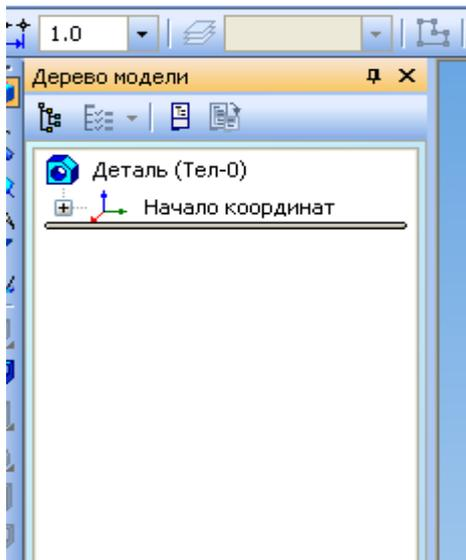
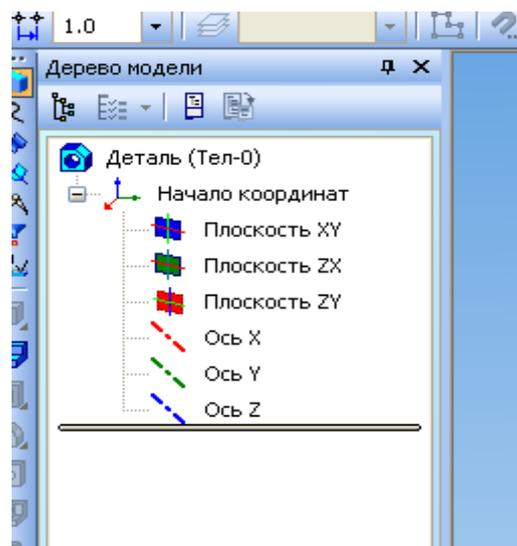

Рис. 3
Рис. 4
3. В окне **дерево модели**, нажатием на кнопку «+» левее строки «Начало координат», откройте содержимое этой строки (**рис. 3, рис. 4**).